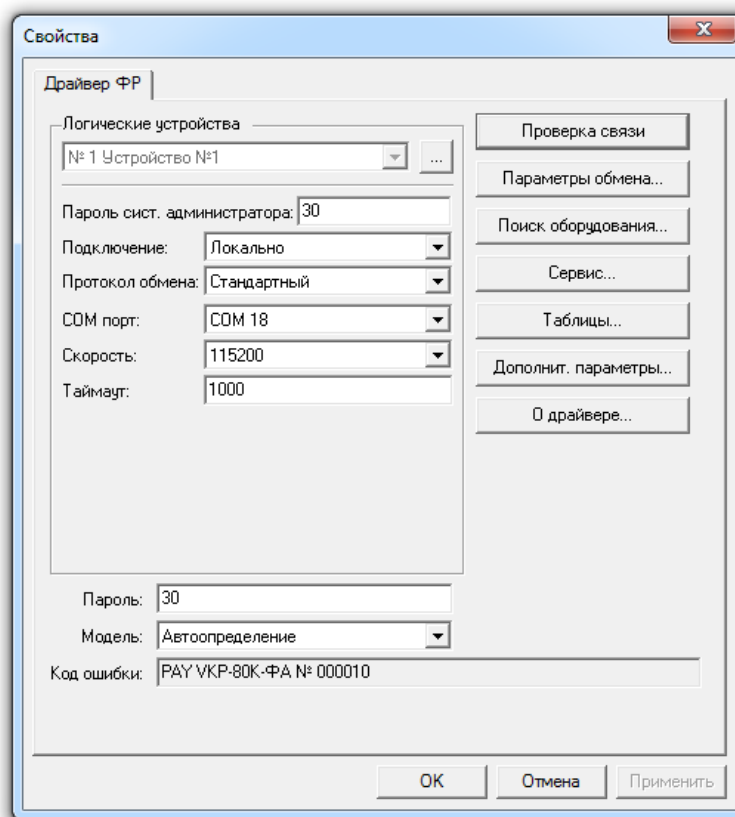

Рисунок 62
6.4.1 Запустите «Тест Драйвера ФР». Выбор COM-порта осуществите в соответствии с конфигурацией компьютера (Рисунок 62).